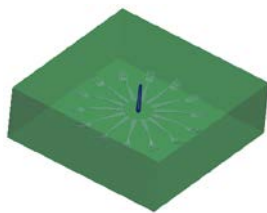

图 23.7 浇道
Step1. 创建图 23.7 所示的浇道。
- (1) 单击 **模型** 功能选项卡 **切口和曲面** 区域中的 按钮。
① 定义草绘截面放置属性。在绘图区域右击，从系统弹出的菜单中选择 **定义内部草绘...** 命令；然后选择 MOLD_FRONT 基准平面作为草绘平面，草绘平面的参考平面为 MAIN_RIGHT 基准平面，方位为 **右**，单击 **草绘** 按钮，进入截面草绘环境。